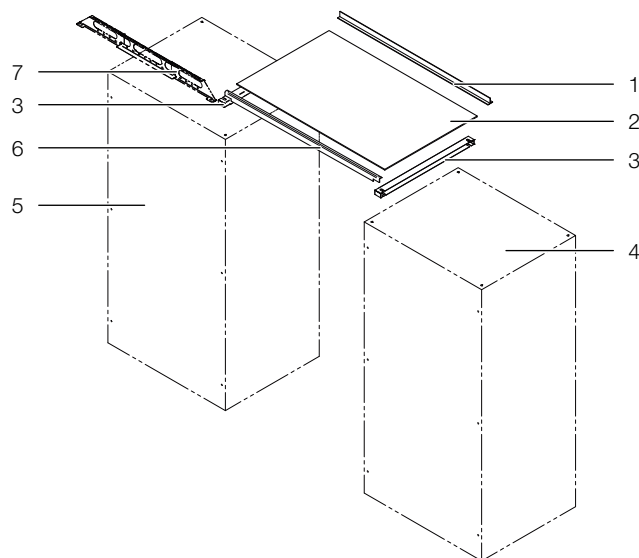
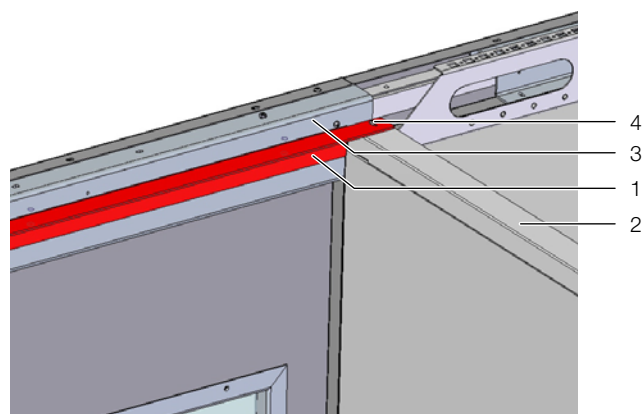

Рис. 45: Элемент крыши первый/последний
Рис. 47: Монтаж первого уголка крыши
- Установить увеличение высоты коридора (рис. 45, поз. 3) на крышу IT-шкафа и вставить под головку крепежного болта IT-шкафа.
- Установить первый уголок крыши (рис. 45, поз. 6) на увеличение высоты 2 и закрепить 2 винтами с полукруглой головкой 4,2 x 9,5 с использованием крепежных отверстий на увеличении высоты (рис. 47).
- На первом уголке крыши (рис. 47, поз. 6) на элементе двери и на всех уголках крыши средних по всей ширине нанести уплотнение сечением 15 x 3 мм.
- Наклеить на оба увеличения высоты (рис. 47, поз. 3) на левом и правом ряду IT-шкафов уплотнение сечением 15 x 5 мм.
- Установить панель из поликарбоната и выровнять относительно крайнего уголка крыши (рис. 47, поз. 6).